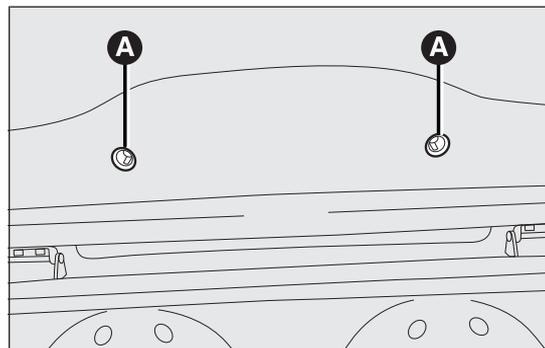

fig. 139
- enlever les deux bouchons de protection et dévisser les deux vis de fixation A fig. 139 ;